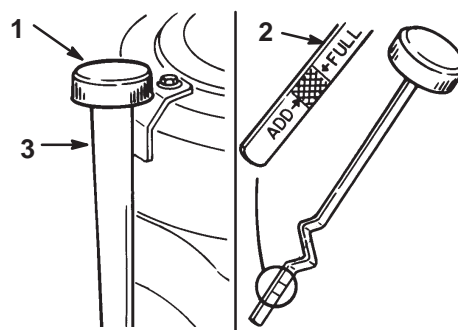

Figure 18
3. Nettoyez la surface autour de la jauge d'huile (Fig. 18) pour éviter que des impuretés s'introduisent dans le goulot de remplissage, ce qui risquerait d'endommager le moteur.
4. Dévissez la jauge d'huile et essuyez soigneusement l'extrémité métallique (Fig. 18).
5. Revissez la jauge complètement dans le goulot de remplissage (Fig. 18). Dévissez de nouveau la jauge et examinez l'extrémité métallique. Si le niveau est bas, versez lentement une quantité d'huile suffisante dans le goulot de remplissage pour amener le niveau au repère du plein (FULL). Vissez la jauge en place.
7. Versez lentement environ 80% de la quantité d'huile spécifiée dans le goulot de remplissage (Fig. 18). Vérifiez le niveau d'huile (voir Contrôle du niveau d'huile, page 21). Versez avec précaution suffisamment d'huile pour que le niveau atteigne le repère maximum (FULL) sur la jauge.